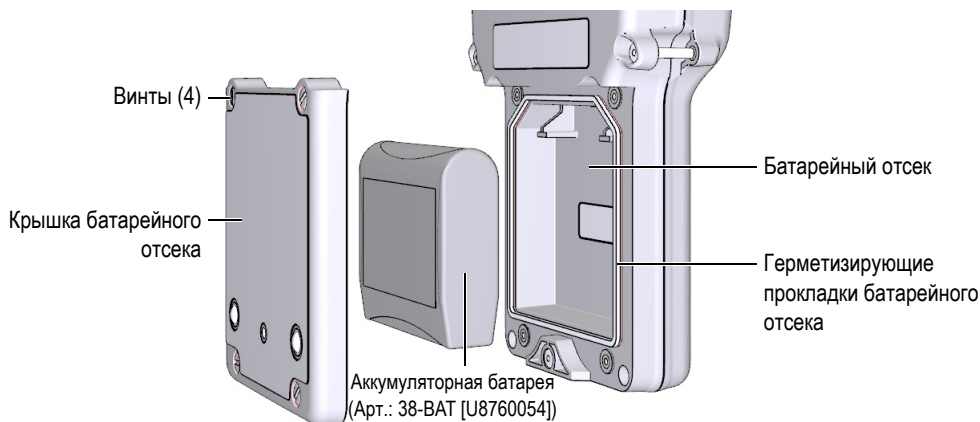

Рис. 2-4 Открытие батарейного отсека
Батарея находится в специальном отсеке на задней панели прибора 38DL PLUS (см. Рис. 2-4 на стр. 42).
6. На задней стенке прибора ослабьте винты (4), удерживающие крышку батарейного отсека (см. Рис. 2-4 на стр. 42).